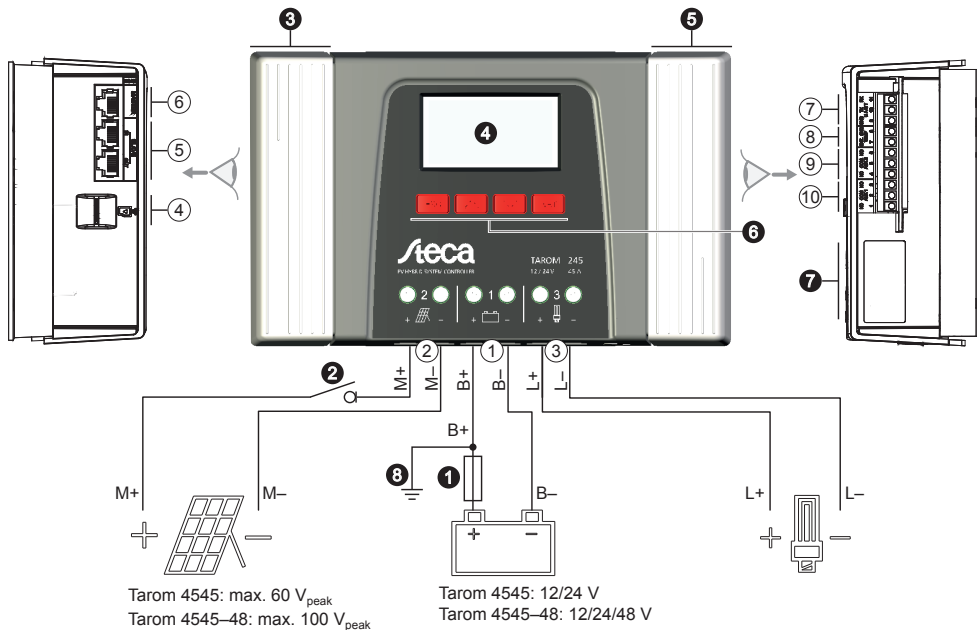

Fig. 1: Vista general de la carcasa y las conexiones
### 9.2.1 Conector RJ45 para bus maestro (Ⓢ en fig. 1)
### 9.2.2 Conector RJ45 para bus esclavo (Ⓣ en fig. 1)
### 9.2.3 Ranura para tarjeta microSD (④ en fig. 1)
### 9.2.4 Salidas de relé AUX 1, AUX 2 (⑨, ⑩ en fig. 1)